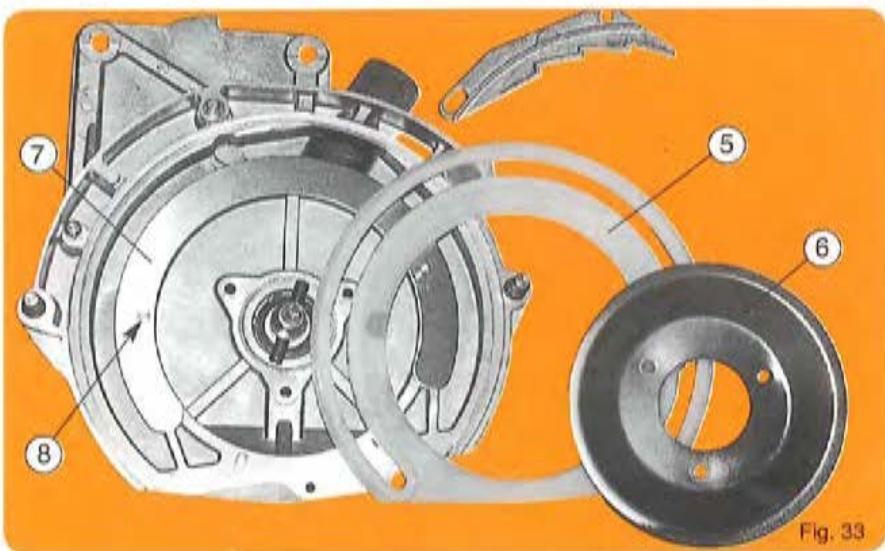

Fig. 33
Maintenue extérieurement dans une gorge et bloquée par la cuvette (6) et ses 3 boulons, la nouvelle couronne devra être positionnée avec attention en prenant soin à ce que les crans du secteur d'appui (7) (fig. 33) et de la couronne soient bien en place dans leur logement.
Der neue Kranz ist äußerlich in einer Rille befestigt und durch die Schale (6) und durch 3 Schrauben befestigt. Dabei ist darauf zu achten, daß die Raster des Stützringes (Abb. 33) und des Kranzes richtig in ihrem entsprechenden Sitz eingelegt sind.
The wear gasket is positioned externally in a groove and held by the cup (6). Its 3 bolts should be positioned with care making sure that the stub (fig. 33) of the wear gasket is properly positioned in the hole of the housing.
De nieuwe slijtring wordt aan de buitenkant vastgehouden in een sleuf en met een holle plaat (6) en drie bouten vastgezet. Let er bij het plaatzen goed op dat de inkepingen van de steuring (7) (fig 33) en de slijtring goed in de uitspelingen van het zaaihuis passen. De uitwisper (E) zorgt ervoor dat de zaden regelmatig vallen. Van tijd tot tijd moet worden gecontroleerd of deze nog soepel werkt en in goede staat verkeert.